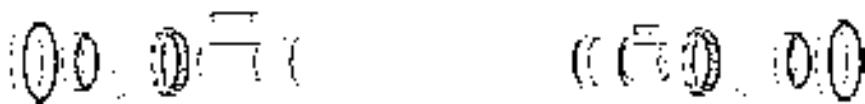

图 3.9.37 移动轴上各零部件
(9) 参照上面的操作, 无需更改运动参照, 将轴上各零部件移动到图 3.9.37 所示的位置; 移动轴承时, 先在设计树中展开 **SHAFT BEARING.ASM**, 然后选取 **BEARING_ASM_OK.ASM** (第一个 **BEARING_ASM_OK.ASM** 为右侧轴承, 第二个为左侧轴承), 将所选轴承移动到合适的位置。